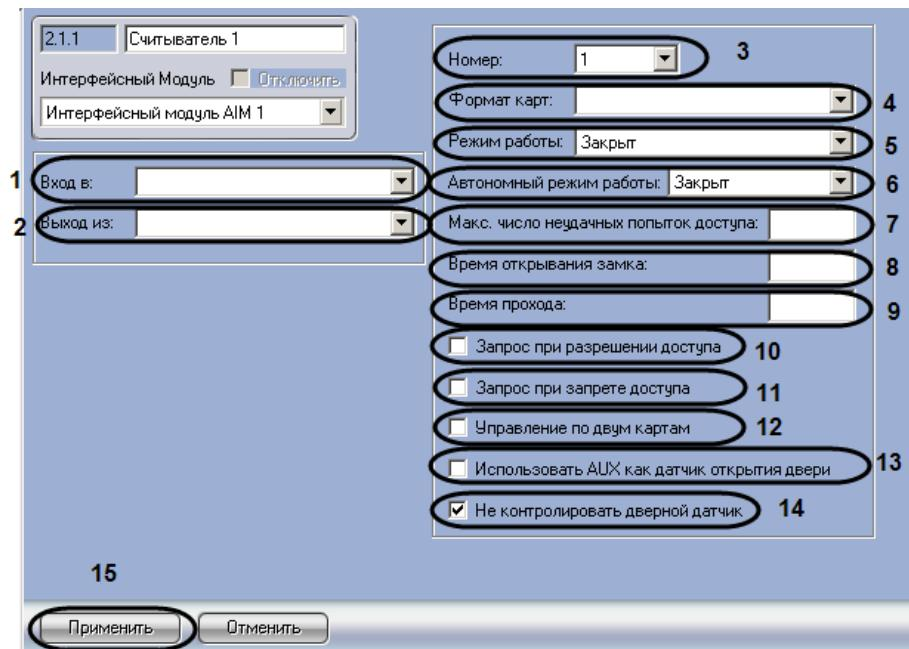

Рис. 3.6-2 Панель настроек объекта Считыватель
1. Перейти на панель настроек объекта **Считыватель** (Рис. 3.6-2).
2. Из раскрывающегося списка **Вход в:** выбрать объект **Раздел**, соответствующий территории, расположенной со стороны выхода через считыватель (см. Рис. 3.6-2, 1).
3. Из раскрывающегося списка **Выход из:** выбрать объект **Раздел**, соответствующий территории, расположенной со стороны входа через считыватель (см. Рис. 3.6-2, **2**).
4. Из раскрывающегося списка **Номер:** выбрать порядковый номер считывателя (см. Рис. 3.6-2, **3**).
5. Из раскрывающегося списка **Формат карт:** выбрать созданный список форматов карт доступа для данного считывателя (см. Рис. 3.6-2, **4**).
6. Из раскрывающегося списка **Режим работы:** выбрать режим работы считывателя (см. Рис. 3.6-2, **5**, Таб. 3.6-1).
7. Из раскрывающегося списка **Автономный режим работы:** выбрать режим работы считывателя при потере связи с контроллером (см. Рис. 3.6-2, **6**, Таб. 3.6-1).
8. В поле **Макс. число неудачных попыток доступа** ввести число неудачных попыток доступа, при превышении которого будет приходить сообщение **Попытка подбора** (см. Рис. 3.6-2, **7**).
9. Ввести время в секундах, на которое замок будет открыт, в поле **Время открывания замка:** (см. Рис. 3.6-2, **8**).
10. Ввести время в секундах, отводимое на проход, в поле **Время прохода:** (см. Рис. 3.6-2, **9**).
11. Установить флажок **Запрос при разрешении доступа**, если необходимо при успешной попытке доступа отправлять запрос на предоставление доступа оператору (см. Рис. 3.6-2, **10**).
12. Установить флажок **Запрос при запрете доступа**, если необходимо при неудачной попытке доступа отправлять запрос на предоставление доступа оператору (см. Рис. 3.6-2, **11**).
13. Установить флажок **Управление по двум картам**, если необходимо предоставлять доступа по двум картам доступа (см. Рис. 3.6-2, **12**).
14. Если требуется использовать дополнительный датчик AUX модуля A/M как датчик открытия двери, необходимо установить соответствующий флажок (см. Рис. 3.6-2, **13**).
15. Если дверной датчик не нужно контролировать, необходимо установить соответствующий флажок (см. Рис. 3.6-2, **14**).
16. Для сохранения внесенных изменений необходимо нажать кнопку **Применить** (см. Рис. 3.6-2, **15**).
9. Для сохранения внесенных изменений необходимо нажать кнопку **Применить** (см. Рис. 3.6-2, 8).